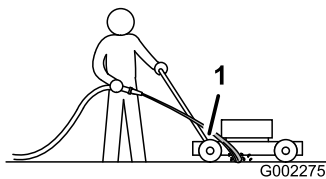

Figure 30
- Tenez le tuyau d'arrosage à hauteur du guidon et dirigez le jet d'eau vers le sol, juste devant la roue arrière droite (Figure 30).